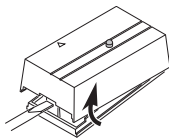
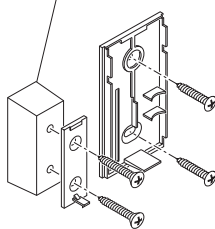

Figure 2
Figure 5
- **Au moyen de vis** : Ôtez la partie arrière du boîtier en enfonçant la patte du bas au moyen d'un petit tournevis (voir la Figure 2). *Remarque* : Enlevez les débris des trous de vis (au besoin) avant d'installer les vis. Fixez l'arrière du capteur au mur au moyen des deux courtes vis (voir la Figure 5). Remettez le capteur en place sur le socle.